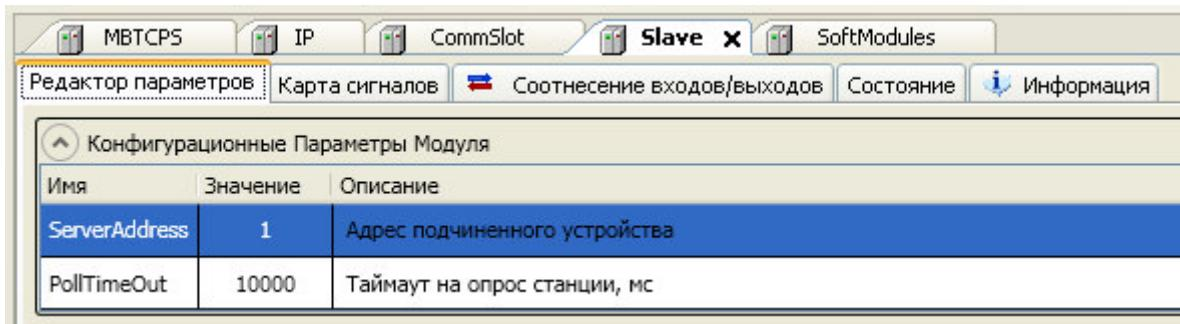

Рисунок 3.21 – Модуль Slave. Закладка Редактор параметров
- 2 Перейти на закладку **Редактор параметров** (рисунок 3.21).